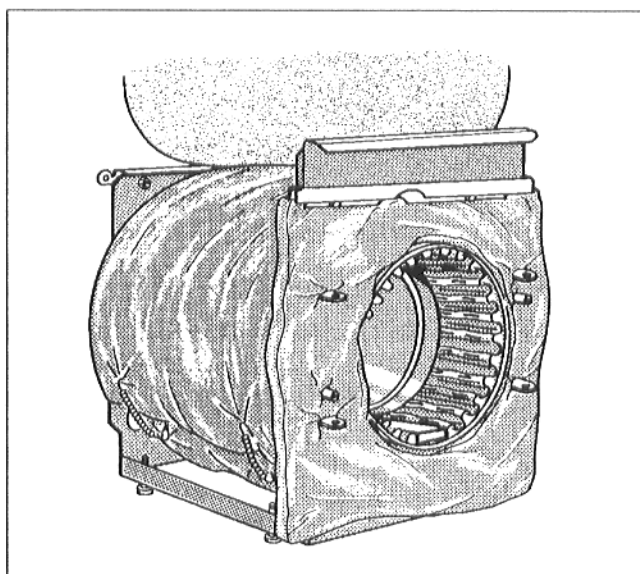

Fig. 7
- Accrocher les fentes du calorifuge de la paroi de façade dans les charnières de la porte du brûleur (Fig. 7).